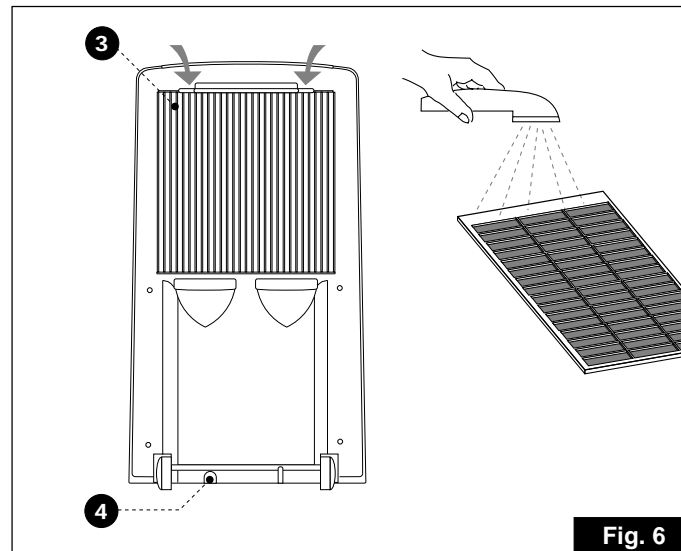

Fig. 6
Prima di effettuare il trasporto scaricare completamente l'acqua di condensazione aprendo il tappo (fig 6/4).
- Premere le due linguette della griglia posteriore ed estrarla (fig 6/3).
If it is transported in a horizontal position, wait at least one hour before starting it. Prior to transport, always open the plug (fig. 6/4) and drain all the condensation.
- Press the two tabs of the rear grille and remove it (fig. 6/3).
Avant d'effectuer le transport, vidanger complètement la condensation en enlevant le bouchon (Fig.6/4).
- Appuyer sur les deux languettes de la grille arrière et la sortir (Fig.6/3).
Vor dem Transport erst das Kondenswasser vollständig ablassen. Dazu den Stöpsel entfernen (Abb. 6/4).
- Die zwei Federkeile des hinteren Gitters drücken und das Gitter herausziehen (Abb. 6/3).
Antes de efectuar el transporte vaciar completamente el agua de la condensación abriendo la tapa (fig. 6/4).
- Apretar las dos lengüetas de la rejilla trasera y sacarla (fig. 6/3).
Alvorens de airconditioner te gaan verplaatsen moet u het condenswater eerst helemaal weg laten lopen door de dop (fig. 6 - 4) open te draaien.
- Duw de beide lipjes van het rooster aan de achterkant in en haal het rooster (fig. 6/3) eruit.